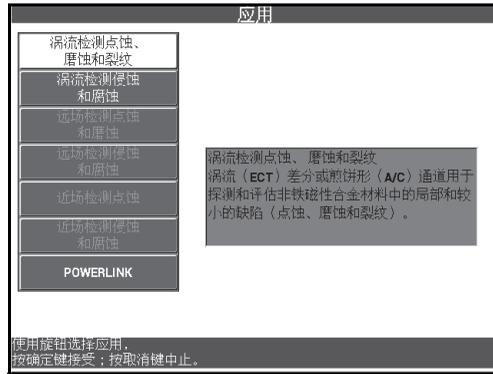

图 5-158 涡流检测点蚀、磨蚀和裂纹的应用
2. 选择**继续**（功能键 A），打开应用选择菜单，然后使用旋钮选择**涡流检测点蚀、磨蚀和裂纹**，并按确定键（）接受（参见第 224 页的图 5-158）。